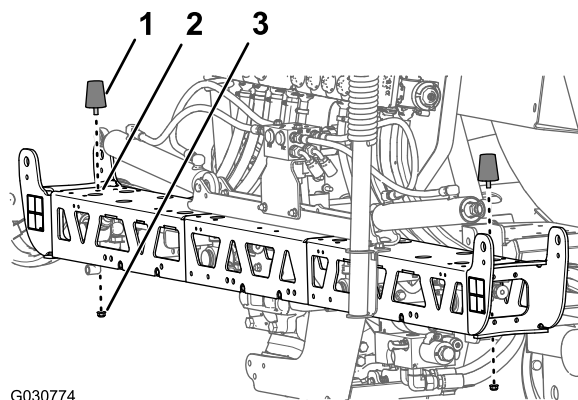

Рисунок 131
- Вставьте резьбовую шпильку амортизатора, снятого при выполнении пункта 4 раздела Снятие опоры стрелы \(страница 42\), в среднее отверстие в конце верхней пластины средней секции стрелы (Рисунок 131).